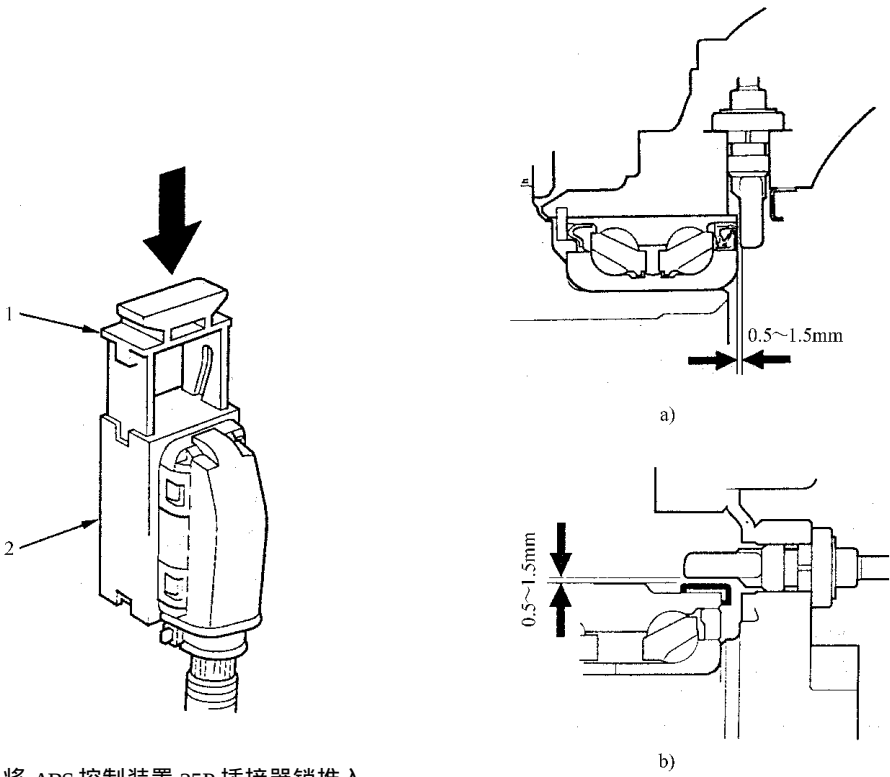

图 8-69 将 ABS 控制装置 25P 插接器锁推入
4) 如图 8-69 所示, 将 ABS 控制装置 25P 插接器的锁推入, 直到听到咔哒声就位。